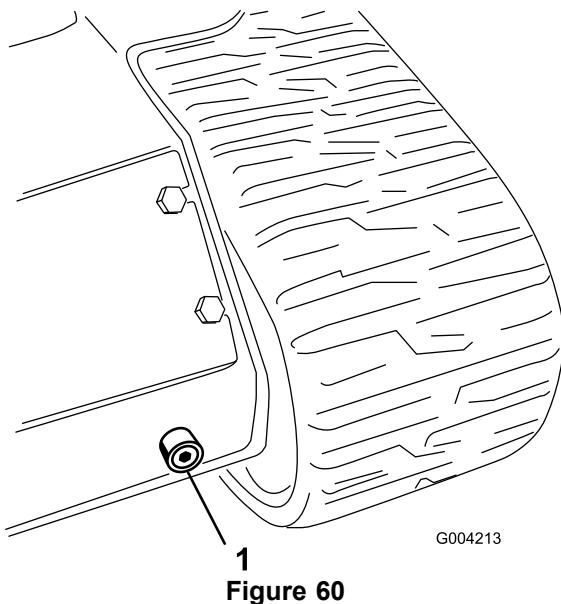

Figure 60
6. Placez un grand bac de vidange (d'au moins 57 litres de capacité) sous le bouchon de vidange à l'avant de la machine (Figure 60).
7. Retirez le bouchon de vidange pour permettre à l'huile de s'écouler dans le bac de vidange (Figure 60).